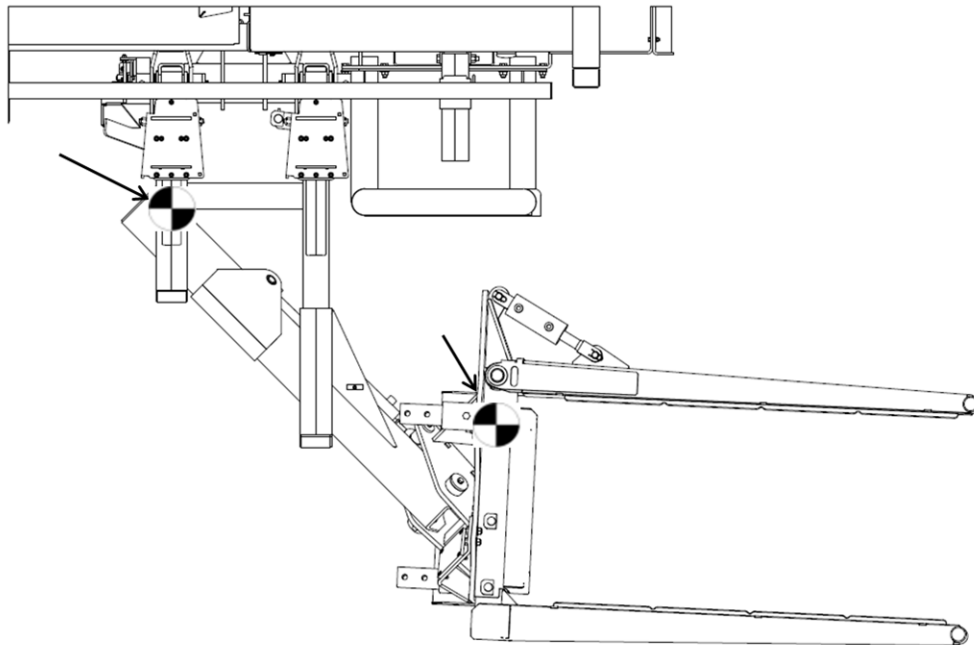

Figure 11 — Points d'attache des chaînes
2. Passez une courroie sous chacun des deux points de levage identifiés dans la Figure 11.